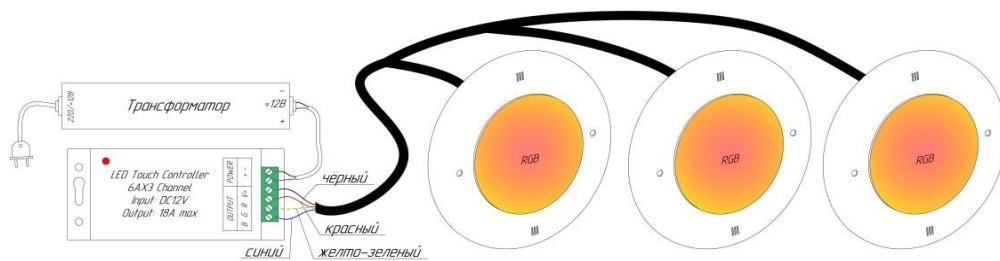
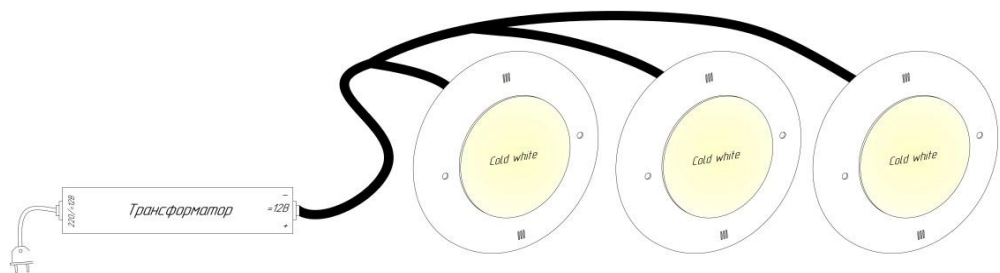

Рис.2 Подключение прожектора светодиодного RGB 25 Вт, 12В
Рис.3 Подключение прожектора светодиодного «Холодный» белый 25, 35 Вт, 12В
5.5. Подключить прожектор согласно приведенной электрической схеме рис. 2, рис. 3.